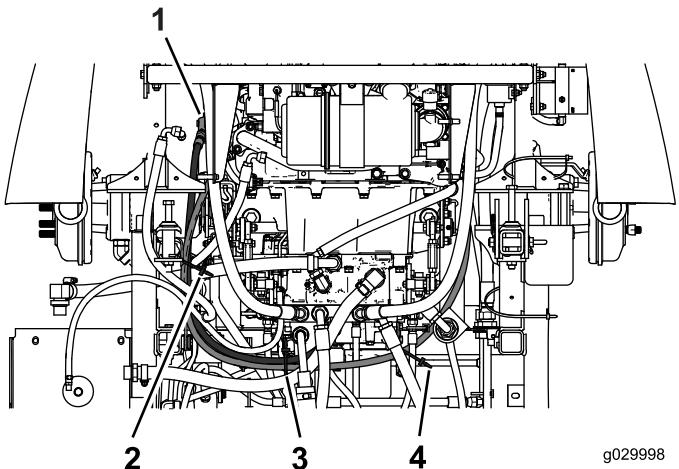

Figure 19
7. Attachez les flexibles hydrauliques avec des serre-câbles (Figure 19).